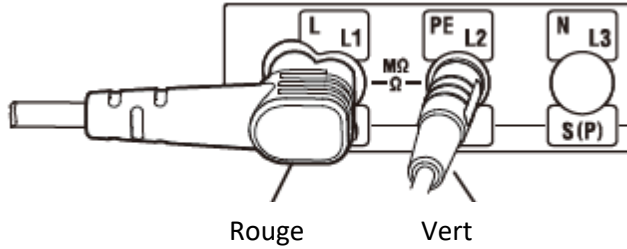

Figure 8-2
- (1) Sélectionnez le test de continuité en tournant le commutateur rotatif.
- (2) Insérez les sondes de test aux bornes L et PE du KEW 6516/ 6516BT respectivement, comme indiqué dans la Figure 8-2.